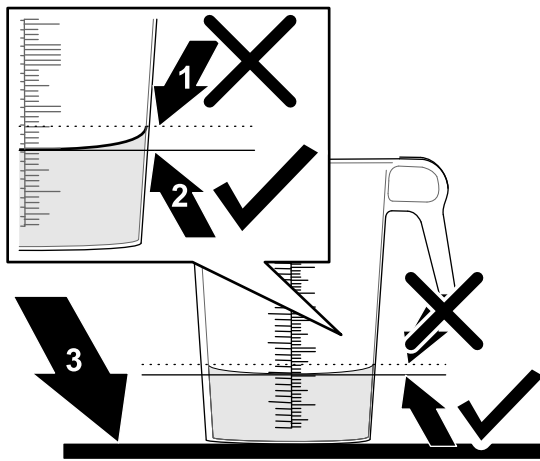

Figure 45
6. Placez le récipient gradué sur une surface plane et horizontale, et notez le volume de liquide (**Figure 45**).